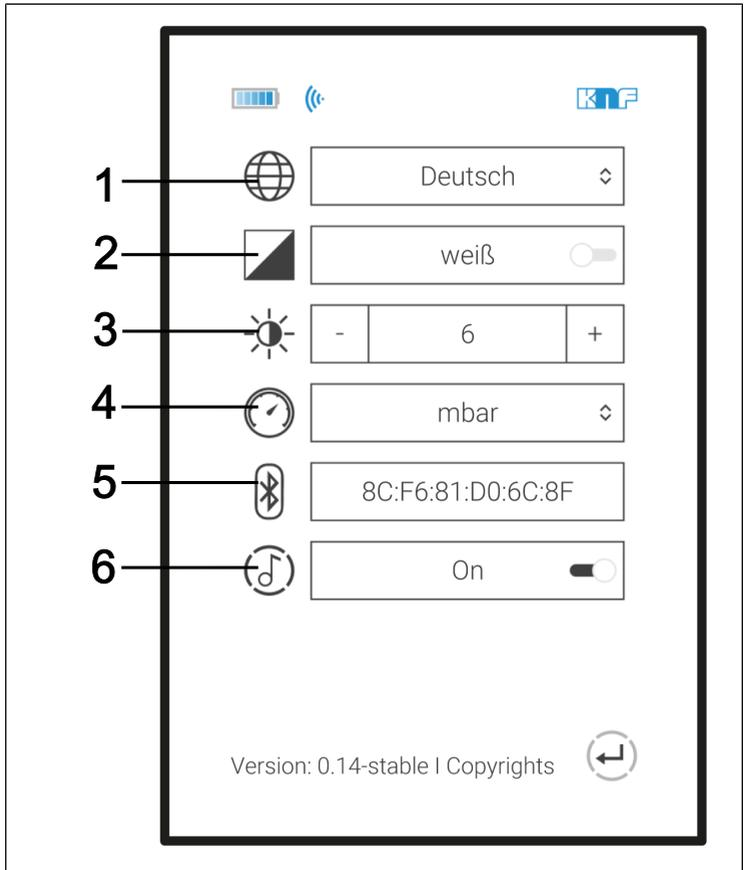

图8: 菜单: 设置
- 用于选择压力表单位的菜单（图 8/4）。
在设置（图 8）中可以选择德语、英语、法语、意大利语、西班牙语及荷兰语（图 9）。
可以通过设置（图 8）和压力单位菜单（图 8/4）选择压力单位。